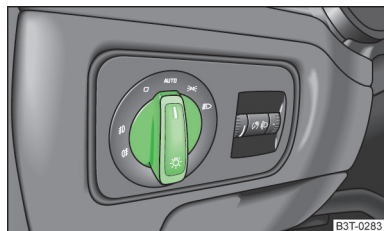

Fig. 51
Si el conmutador de luces está en la posición **AUTO** » fig. 51, se conectan o desconectan automáticamente la luz de posición y de cruce, así como la luz de la matrícula.
- ✓ El conmutador de luces se encuentra en la posición **AUTO** » fig. 51.
- ✓ El conmutador de luces se encuentra en la posición **AUTO** » *fig. 51 de la página 74.*